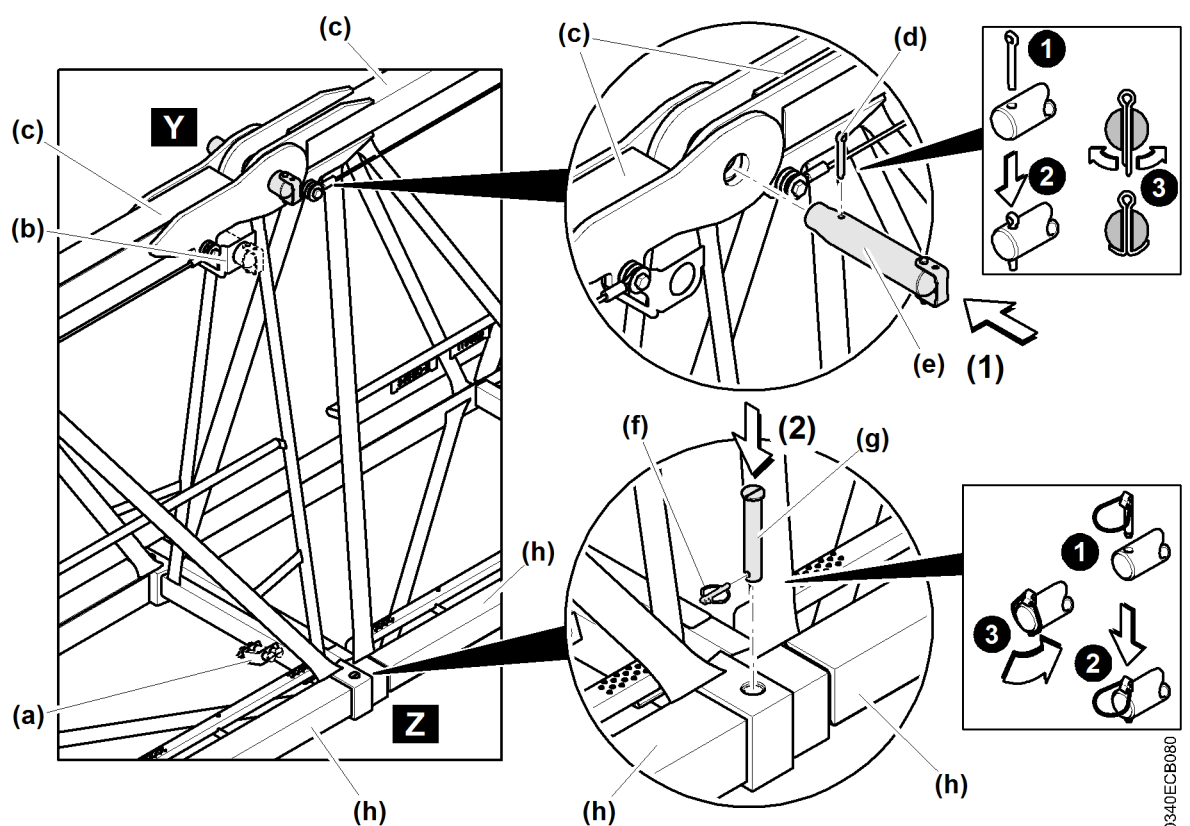

Fig. 329: Auslegerteile verbinden
- ▶ Auslegerteile (**j**) entsprechend dem Anordnungsplan verbolzen und sichern. (Weitere Informationen siehe: 6.10.1 Ausleger-Zusammenstellung, Seite 333.) Vorgehensweise beachten. (siehe: Fig. 329, Seite 351)
- ▶ Auslegerteile (**ohne Ausleger-Anlenkstück**) entsprechend dem Anordnungsplan verbolzen und sichern. (Weitere Informationen siehe: 6.10.1 Ausleger-Zusammenstellung, Seite 333.) Vorgehensweise beachten. (siehe: Fig. 329, Seite 351)
- ▶ Ausleger-Anlenkstück **(d)** mit Auslegerteil **(b)** verbolzen und sichern. Vorgehensweise beachten. (siehe: Fig. 329, Seite 351)
- ▶ Auslegerteil **(a)** in Richtung Ausleger-Anlenkstück entsprechend dem Anordnungsplan verbolzen und sichern. Vorgehensweise beachten. (siehe: Fig. 329, Seite 351)